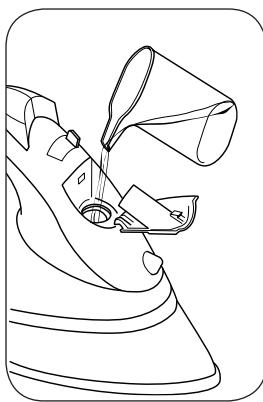

Fig. 3
Aprire lo sportellino (A) tirandolo verso l'alto, e tenendo il ferro orizzontale riempire il serbatoio con acqua di rubinetto fino al livello massimo utilizzando il misurino (K) in dotazione (Fig. 3). Richiudere lo sportellino (A). Se l'acqua del vostro rubinetto è molto calcarea, utilizzare acqua naturale; questo consente una maggiore durata del ferro da stir. Non utilizzare acqua distillata.